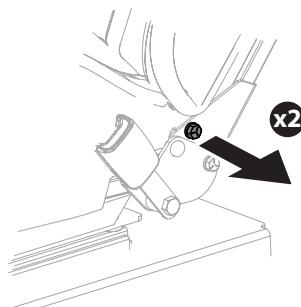

Figura 9
2. Retire los dos tornillos (uno derecho, uno izquierdo) que aseguran el asiento en posición de envío (Figura 9).